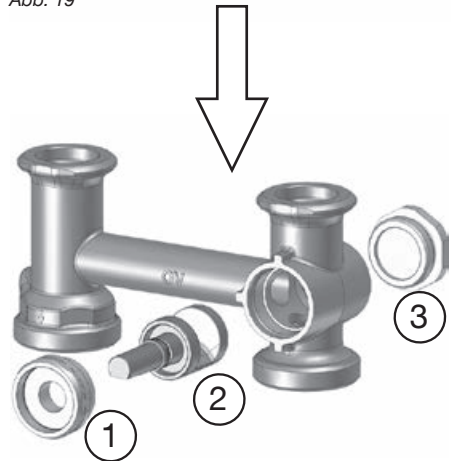

Abb. 20
5. Ausrichtung des Mischerküken kontrollieren. Dessen abgeflachte Seite muss **nach unten zeigen und waagrecht ausgerichtet** sein (Abb. 20). Das Küken versperrt in dieser Position den Vorlaufstrang.